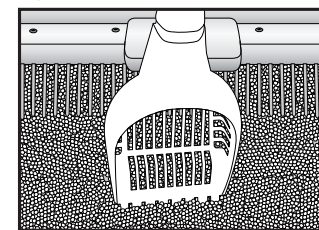

Fig. 4
- **Utilice solamente arena aglomerante de alta calidad.** No utilice arena con textura de cristal ni de perla, difícil de recoger. Llene la caja LitterMaid™ justamente **debajo** de la línea de llenado. No exceda el nivel de llenado para evitar el funcionamiento inapropiado de la unidad. Utilice el accesorio LitterMaid™ de triple acción para verificar el nivel de arena (Fig. 4).